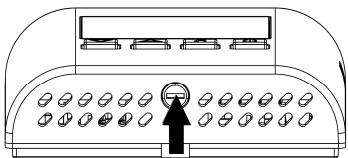

Fig. 4
- 2 Empujar, con la ayuda de un destornillador, la lengüeta plástica situada en la rejilla ubicada en el lado izquierdo, hasta levantar levemente la tapa (Fig. 4).